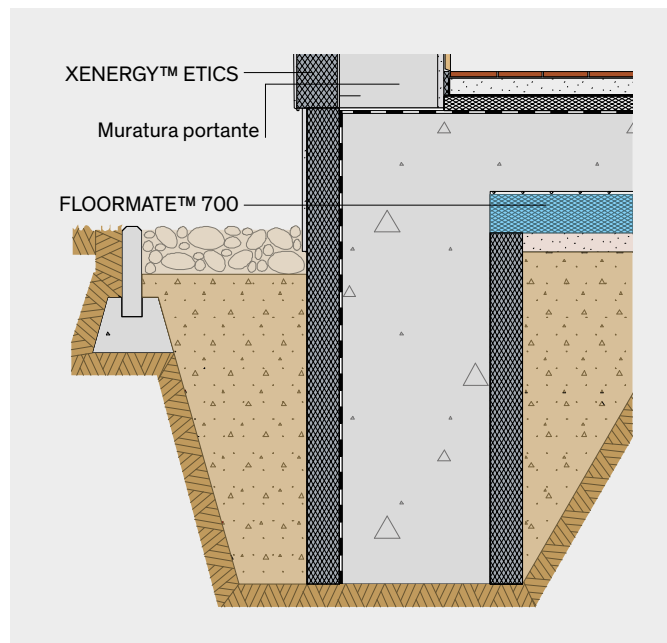

Figura 28
- 3 stesura dello strato di intonaco: poiché XENERGY™ ETICS e STYROFOAM™ ETICS sono da considerarsi un supporto "soffice" che non assorbe acqua, come intonaco si deve impiegare un prodotto compatibile; possono essere considerati tali i cosiddetti intonaci pronti, anche applicati a macchina; lo spessore di rivestimento dello STYROFOAM™ ETICS deve essere superiore a 15 mm (figura 28);